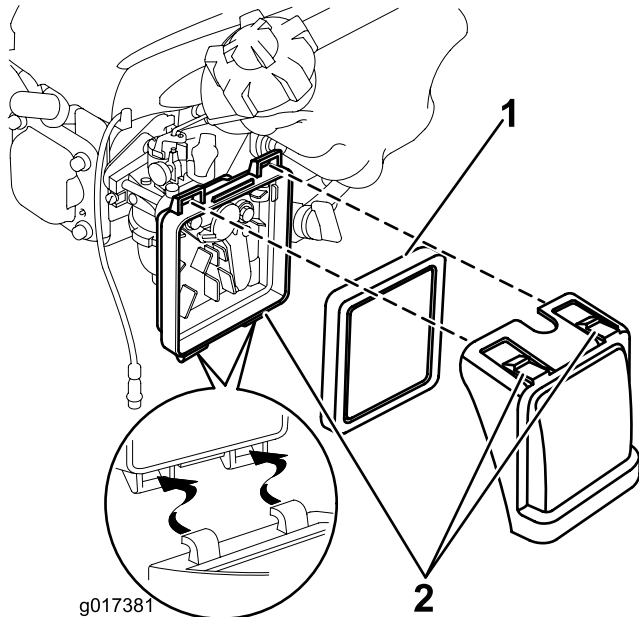

Bild 17
1. Drücken Sie die Verriegelungslaschen oben an der Luftfilterabdeckung nach unten (Bild 17).
2. Öffnen Sie die Abdeckung (Bild 17).
3. Entfernen Sie den Filter (Bild 17).
6. Setzen Sie den Filter in den Luftfilter ein (Bild 17).
7. Setzen Sie die Abdeckung auf (Bild 17).